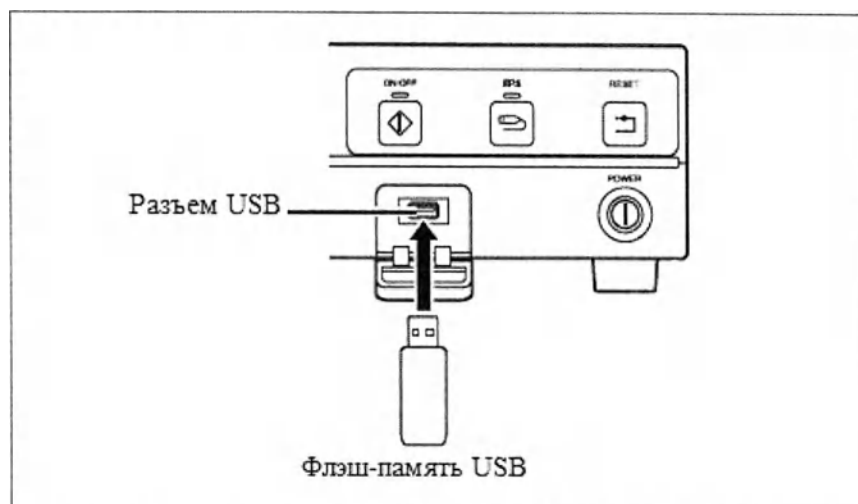

Рисунок 3.12
1. Подсоедините флэш-память USB к порту USB на передней панели УУН (см. рисунок 3.12).